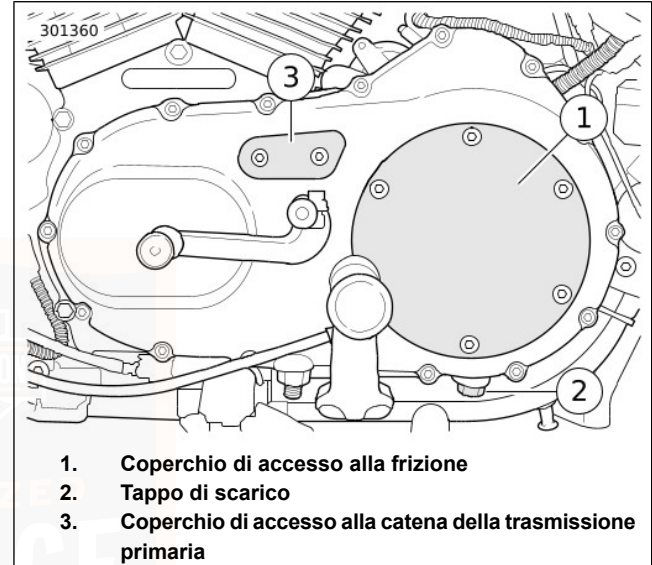

Figura 40. Coperchio della trasmissione primaria
5. Vedere Figura 40. Rimuovere le viti e le rondelle dal coperchio di accesso alla frizione. Staccare il coperchio di accesso alla frizione da quello della trasmissione primaria.
4. Vedere Figura 40. Collocare un apposito recipiente sotto il tappo di scarico (2) dell'olio del cambio.
10. Vedere Figura 40. Rimuovere le viti e le rondelle dal coperchio di accesso alla frizione. Staccare il coperchio di accesso alla frizione da quello della trasmissione primaria.